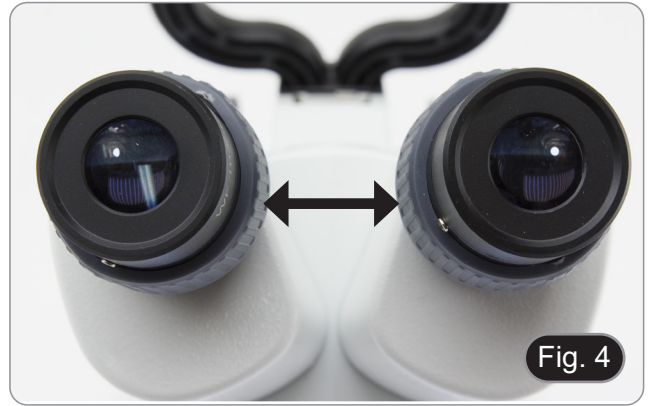

Fig. 4
- S'il vous apparaît deux cercles l'un dans l'autre, alors la distance interpupillaire est trop petite. (Fig. 4)